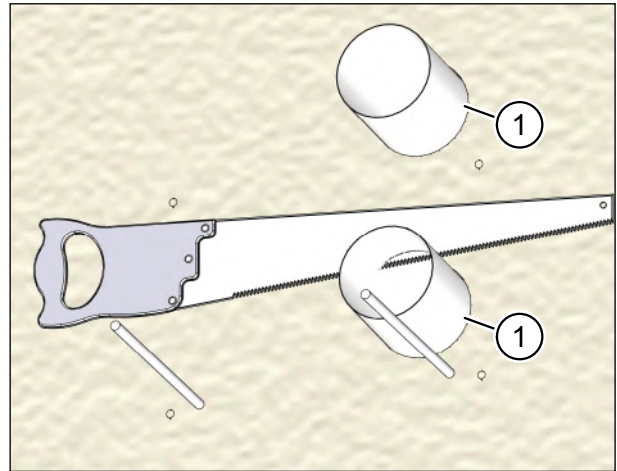

Abb. 19: Lüftungsrohre an der Innenwand ablängen
- ▶ Längen Sie die Lüftungsrohre (Pos. 1 in Abb. 19) an der Innenwand so ab, dass diese bündig mit dem Innenputz abschließen.